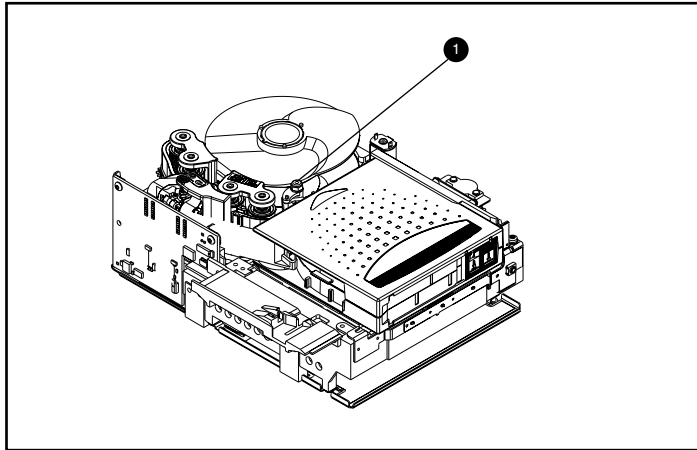

Figure D-5 : Déconnexion de la broche d'amorce du système d'accroche de la cartouche
Pour déconnecter la broche d'amorce de l'accroche de la cartouche ❶, utilisez une paire de pinces. Placez ensuite la broche d'amorce dans les crochets du système d'accroche (voir la figure D-5).